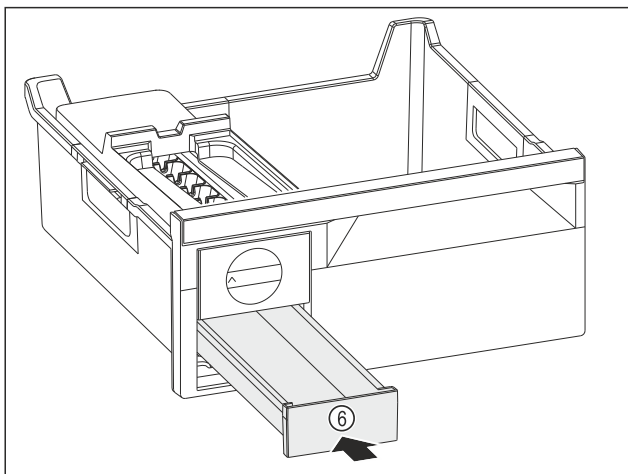

Fig. 79
- ▶ Introducir el cajón para cubitos de hielo Fig. 79 (6).